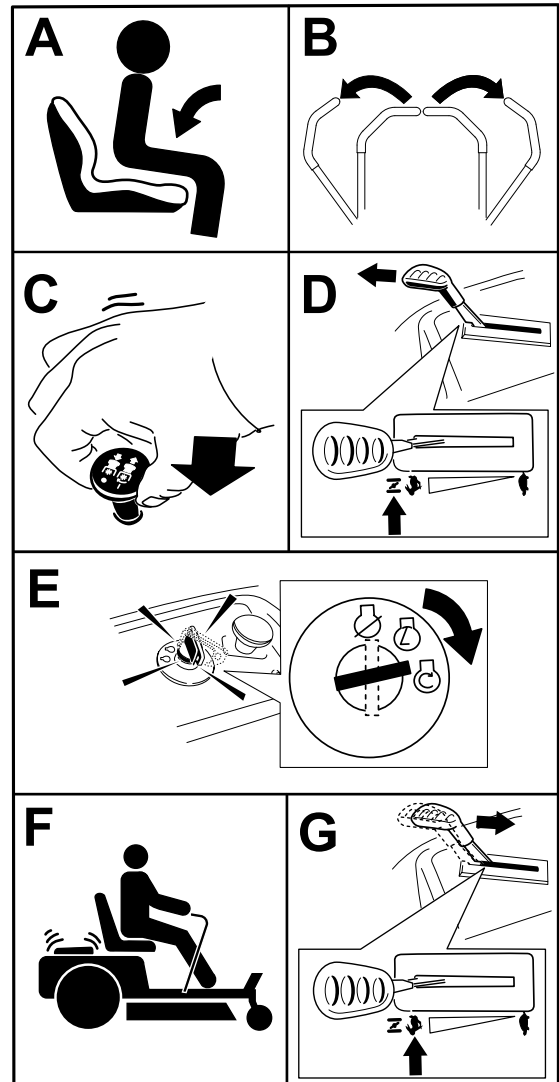

Figura 23
**Notă:** Poate fi necesar să inei maneta în poziia de oc în timp ce încerci să pornii motorul (Figura 23).
1. Decuplai lamele mutând comutatorul de control al lamei în poziia OPRIT (Figura 23).